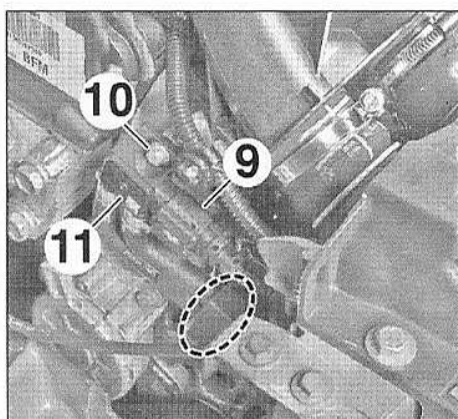

FIG.27
- Débrancher le connecteur (9) (Fig.27).
- Déposer la vis (10).
- Écarter le capteur de pression différentielle (11) et les canalisations de prise de pression (8).